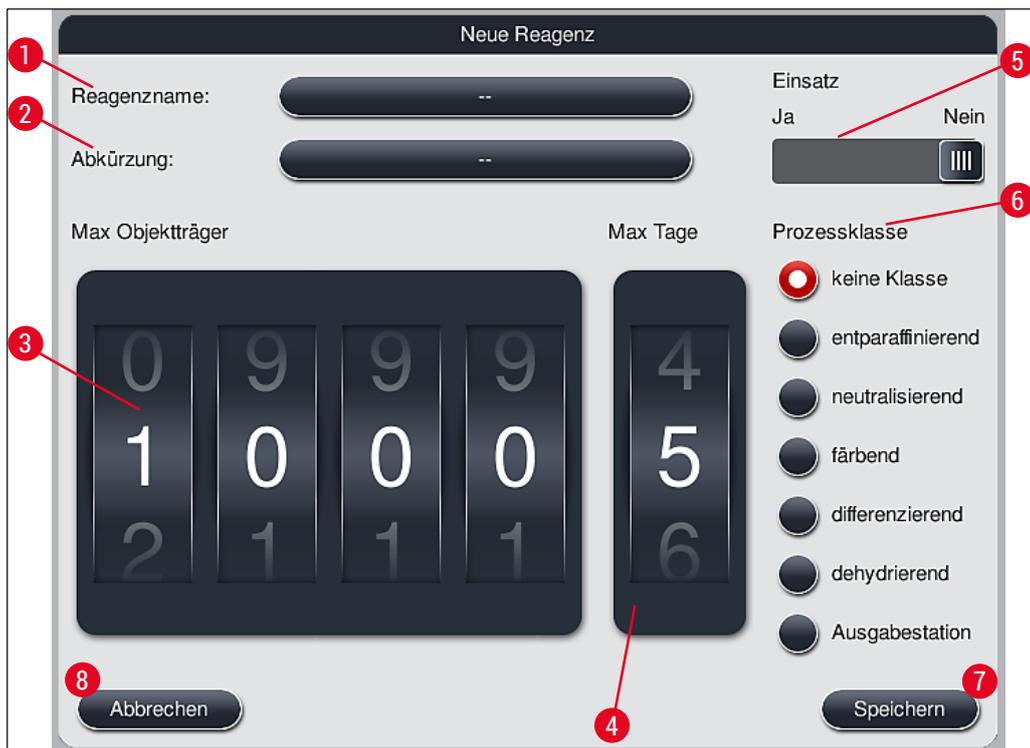

Abb. 39
- Es öffnet sich das Eingabefenster (→ "Abb. 39") für das neu anzulegende Reagenz.